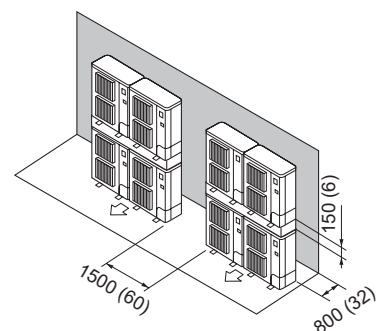

Fig. 2-18
- (7) Disposition pour appareils empilés (Fig. 2-18)